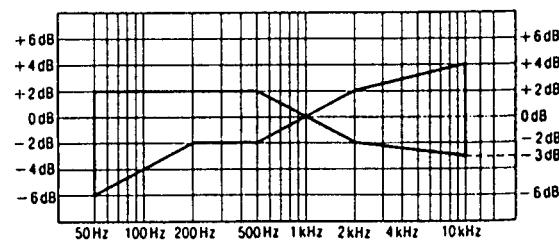

Abb. 2
- Das in Schritt 1 aufgezeichnete Signal wiedergeben und prüfen, ob der Pegel jeder Ausgangsfrequenz im Bereich liegt, der in Abb. 2 in Vergleich zur Referenzfrequenz (1kHz) gezeigt wird.